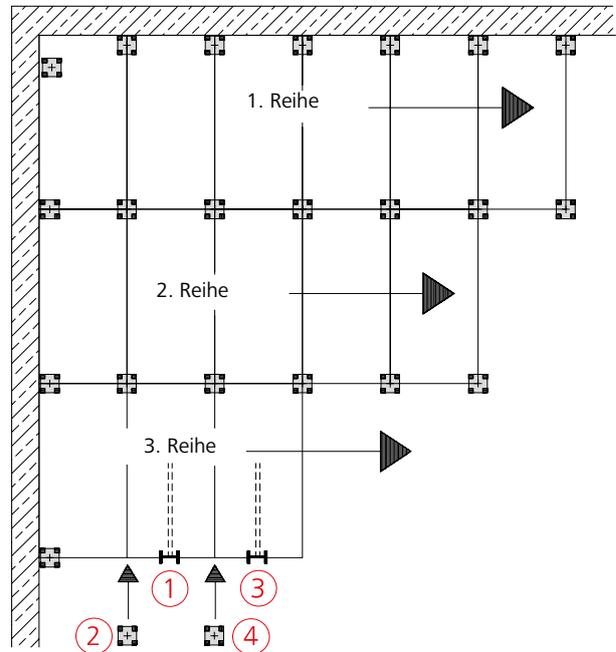

Abb. 21.1
- ① Das Element wird vorerst durch den Montagestab 340 unterstützt.
- ② Eine Baustütze mit MD-Stützenkopf wird unter den Element-Eckpunkt gestellt und ausgerichtet.
- ③ Das nächste Element einhängen, mit dem zweiten Montagestab 340 hochschwenken und darauf abstellen.
- ④ Nächste Baustütze mit MD-Stützenkopf unterstellen und lotrecht ausrichten.
- Nun ersten Montagestab 340 wegnehmen und weiter mit ③ (Abb. 21.1 und 21.2).